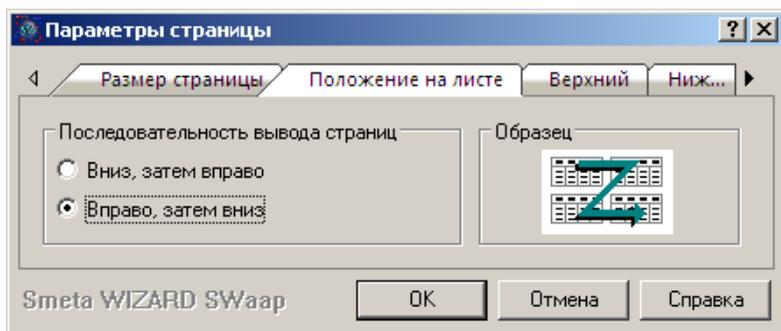

Рис. 5.5 Диалоговое окно «Параметры страницы» закладка «Положение на листе».
- На закладке «Положение на листе» (Рис. 5.5) выбрать *порядок печати* документов большого формата на листах меньшего формата.